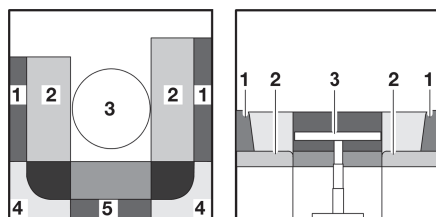

Fig. 68 Avant la transformation
- Convertir la table (Fig. 68,3) en sommier de lit (voir paragraphe 7.8).